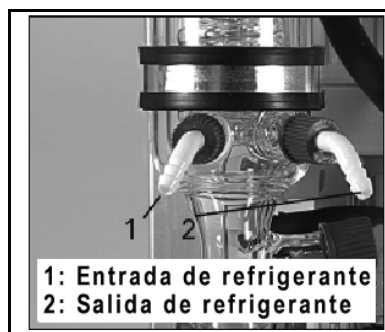

Fig. 16: Conexión del refrigerante del condensador de alto rendimiento
i Entrada y salida de líquido refrigerante, véase Fig. 16, página 26.
Entrada y salida de líquido refrigerante, véase Fig. 16.
i Entrada y salida de líquido refrigerante, véase Fig. 16.
- i** Entrada y salida de refrigerante, véase Fig. 16, página 26.